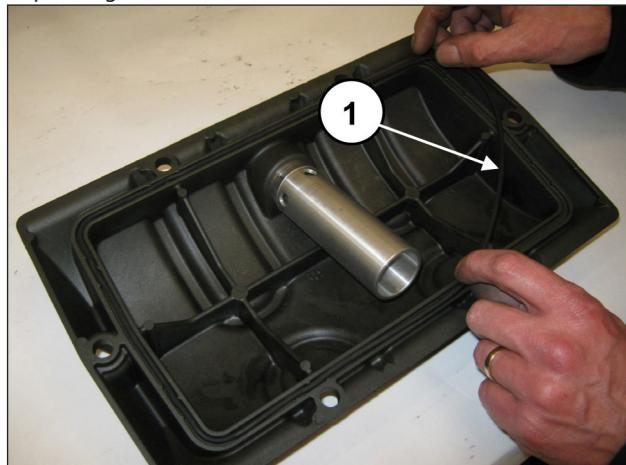
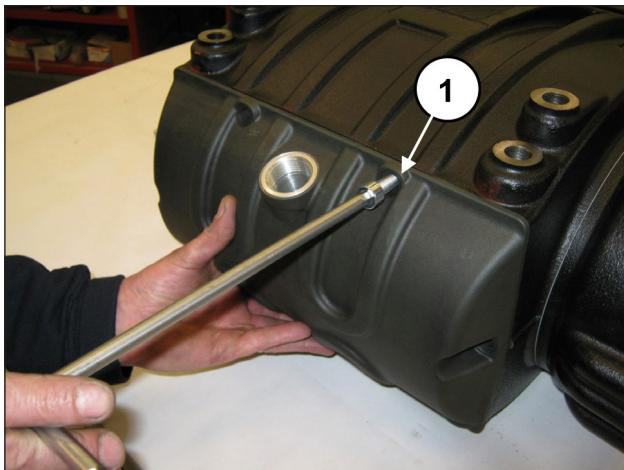

Fig. 70
Fig. 71
Placer le joint torique dans le couvercle arrière (rep. ①, Fig. 70) et monter le couvercle sur le carter à l'aide de 6 vis M10x30 (rep. ①, Fig. 71).